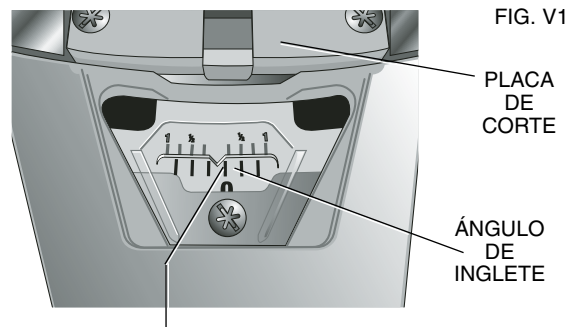
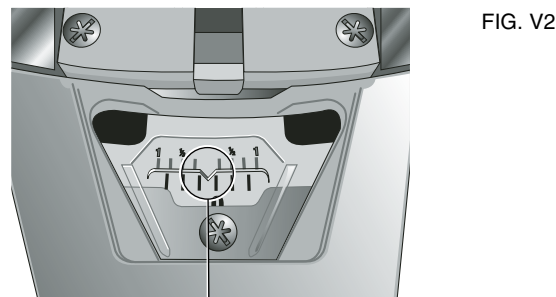

FIG. V1
FIG. V2
2. Fije el ángulo de inglete al grado entero más cercano deseado, alinee la marca central en la escala vernier como se muestra en la Figura V1, con el número de grado entero impreso en la escala de inglete. Analice la Figura V2 detenidamente, la configuración que se muestra es 24° de inglete a la derecha.
3. Para fijar el $1/4$ grado adicional, oprima el bloqueo del brazo de inglete y mueva cuidadosamente el brazo a la DERECHA hasta que la marca de vernier de $1/4$ grado quede alineada con la marca de grados MÁS CERCANA en la escala de inglete. En el ejemplo que se ilustra, la marca de grados más cercana en la escala de inglete es 25 grados. La Figura V2 muestra una configuración de $24-1/4$ grados de inglete a la derecha.